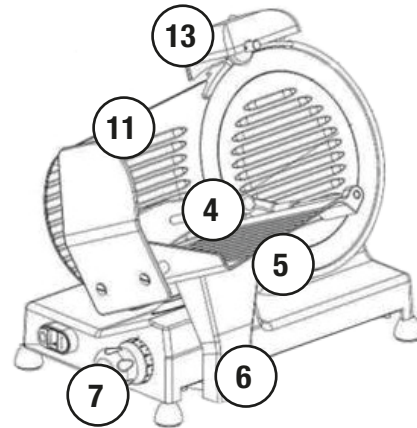

Abb. 4
- Vor der Inbetriebnahme des Gerätes Folgendes überprüfen (Abb. 4)
Betrieb des Gerätes (Abb. 4, 5)